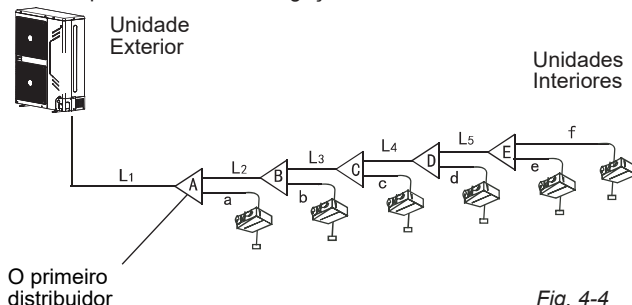
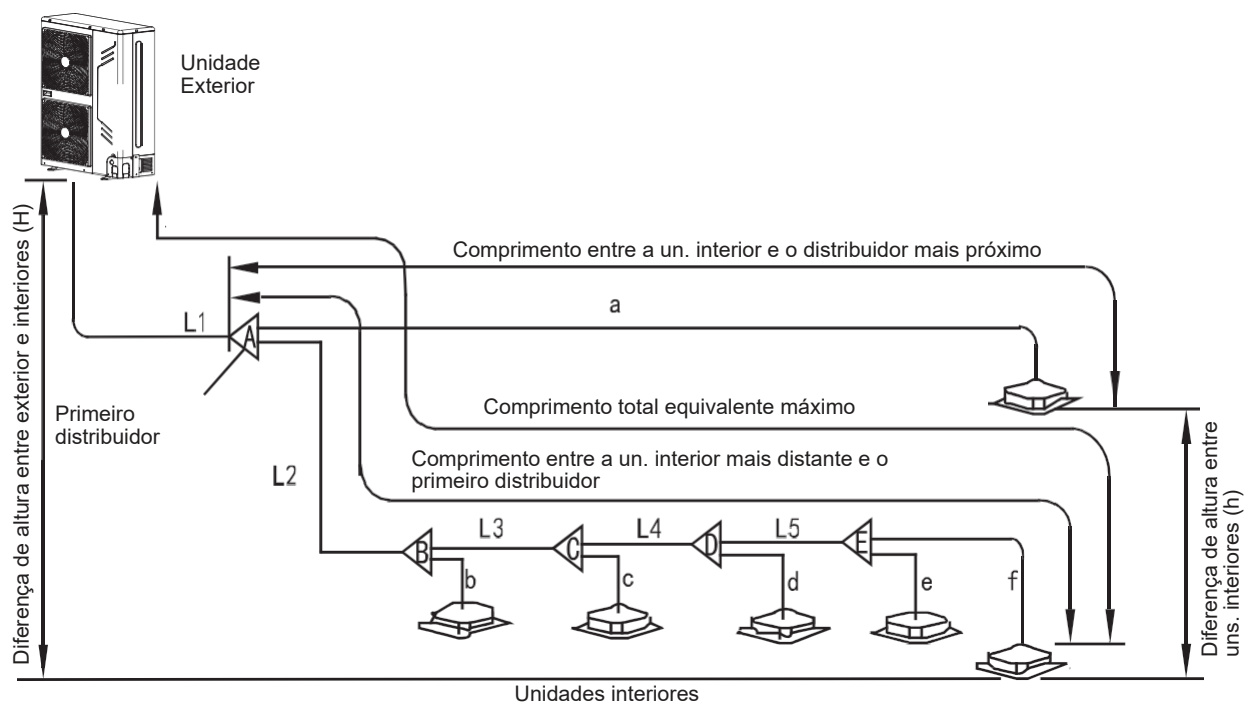

Fig. 4-4
Fig.4-7
- Tubo principal (L1) (ver Fig.4-6 e Fig.4-4)
- Na Fig.4-6, o tubo principal L1, a capacidade da unidade exterior é de 16 kW, e verifique a Fig.4-7 para obter o tamanho do tubo, será de $\Phi 19,1$ (3/4") / $\Phi 9,5$ (3/8") e também o comprimento total equivalente é $> 45m$, em seguida, verifique Fig.4-4 para obter o tamanho do tubo do gás e do tubo do líquido será de $\Phi 22,2$ (7/8") / $\Phi 9,5$ (3/8"), e de acordo com o princípio de valor máximo, o diâmetro $\Phi 22,2$ (7/8") / $\Phi 9,5$ (3/8") deve ser aplicado.